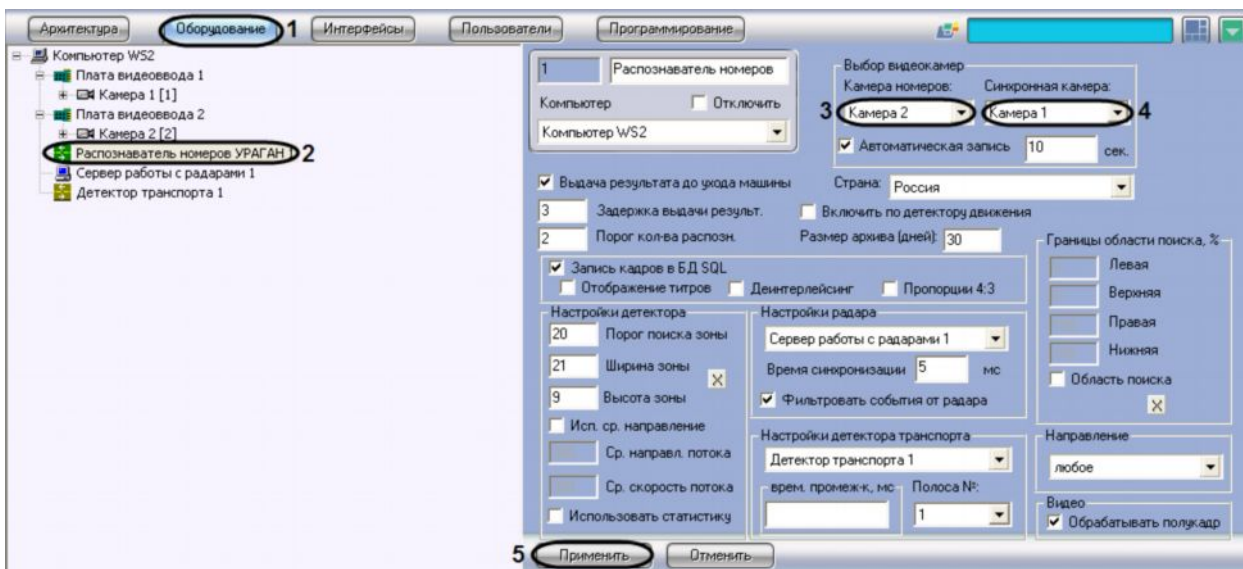

Рис. 7.2.2-1 Выбор объектов «Камера» для совместной работы с программным модулем «Ураган»
1. В диалоговом окне «Настройка системы» перейти на вкладку «Оборудование» (см. Рис. 7.2.2-1, 1).
2. В дереве объектов на вкладке «Оборудование» выбрать объект «Распознаватель номеров УРАГАН» (см. Рис. 7.2.2-1, 2). В правой части вкладки «Оборудование» отобразится панель настройки выбранного объекта.
3. Выбрать требуемый объект «Камера» в поле «Камера номеров» (основная видеокамера для распознавания номеров) (см. Рис. 7.2.2-1, 3)
4. Выбрать требуемый объект «Камера» в поле «Синхронная камера» (дополнительная синхронная видеокамера) (см. Рис. 7.2.2-1, 4).
5. Нажать кнопку «Применить» (см. Рис. 7.2.2-1, 5).